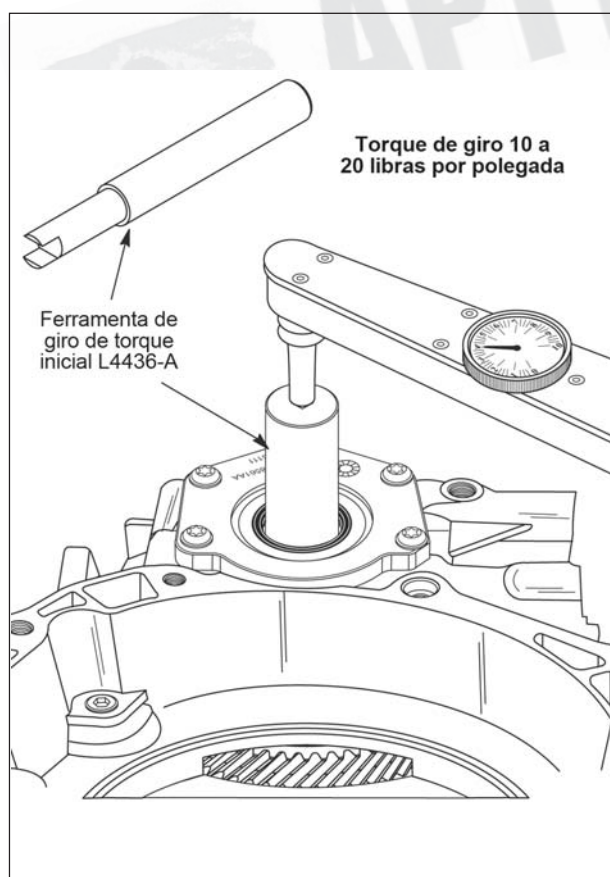

Figura 104
34. Verifique o torque de giro do conjunto do diferencial utilizando a ferramenta L4436-A e um torquímetro apropriado, conforme mostra a figura 104.